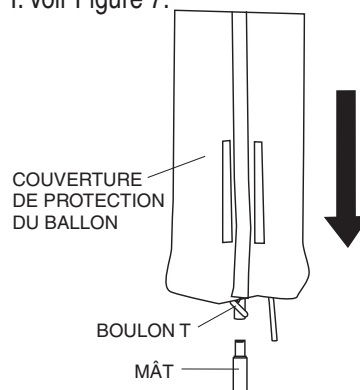

Figure 7. Installation du ballon
5. Insérer l'assemblage du ballon dans le mât. Bien serrer le boulon en T. Voir Figure 7.